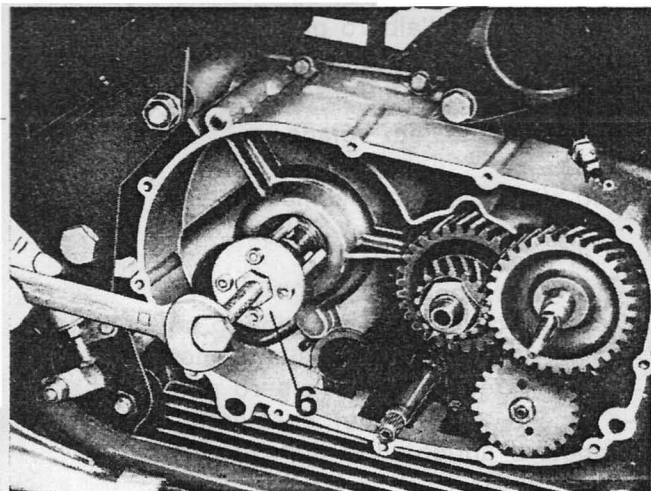

Fig. 15
- l'anello interno sull'albero primario per cuscinetto adoperando estrattore n° 10906900 (6 di fig. 15); i bulloni di tale attrezzo vengono avvitati sull'anello di appoggio ingranaggio trasmissione (in bronzo);